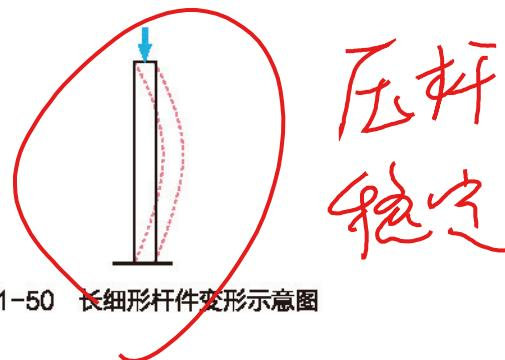

图1-50 长细形杆件变形示意图
(1) 减小长细比。长细比，指的是结构的纵向有效长度与横向截面的最小几何尺寸之比。如果是杆件，长细比越大，越易失稳。长细形杆件变形的主要情形如图 1-50 所示。因此，正确处理杆件的长细比和选用材料十分重要。